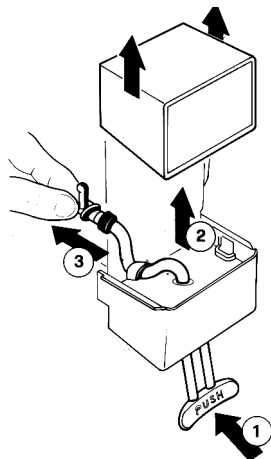

figura 8
- 1 - Sganciare e sollevare la copertura rubinetto. Premere (1) la leva comando rubinetto e sfilare il gommino rubinetto dalla sua sede verticale (2) nel corpo rubinetto e
da quella orizzontale (3) sul fondo del contenitore (vedere figura 8).